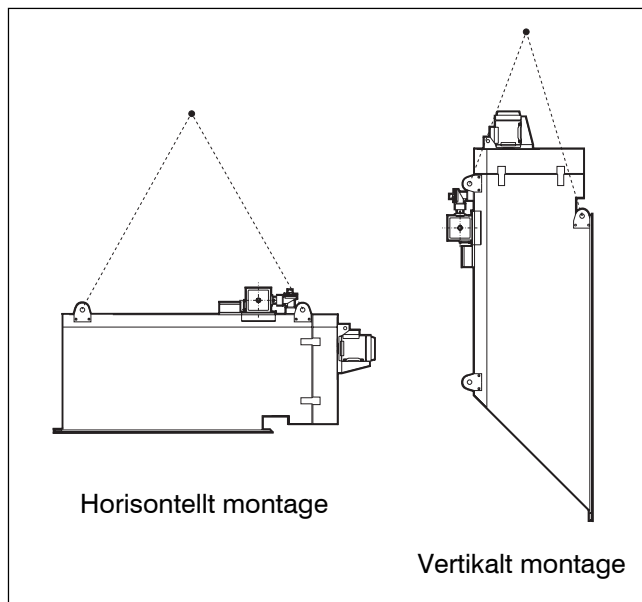
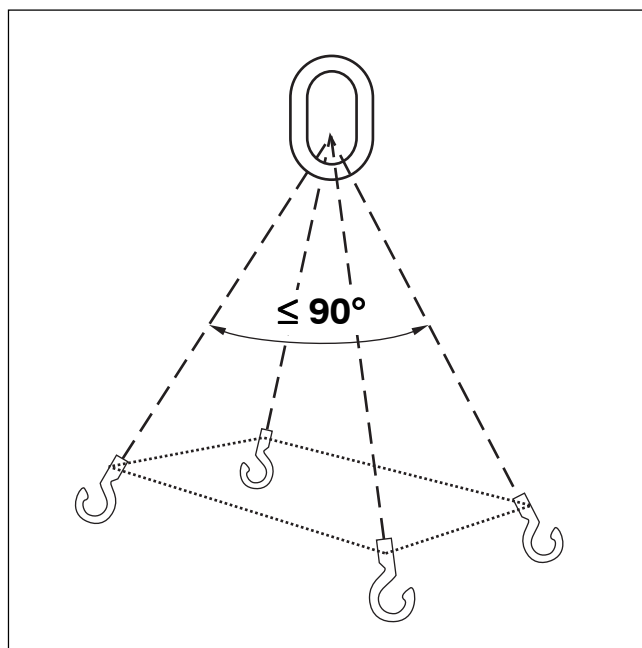

Fig. 2 Lyftpunkter på filtret
Fig. 3 Fyrapklyft
- 3 Arrangera lyft för antingen horisontell eller vertikalt installation (se fig. 2). Filtret måste lyftas med hjälp av fyrapklyft (se fig. 3).